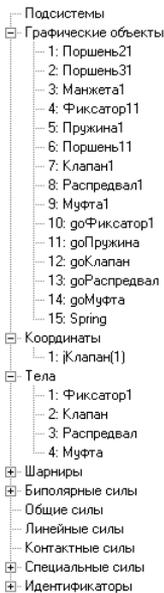

Рис. 1.89. Пример состояния окна **Инспектор** при просмотре значений **Индексов**
- откройте элементы списка для просмотра присвоенных им значений индекса. Пример такого состояния показан на рис. 1.89.